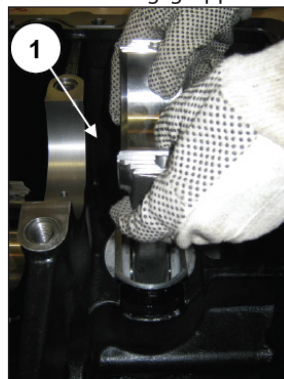
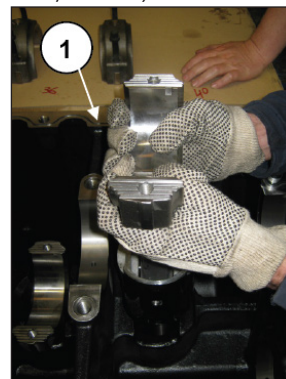

Abb. 39
Abb. 40
Ziehen Sie dann zunächst die Pleuelstange aus ihrem Zylinder (Pos. ①, Abb. 39) und anschließend die Pleuelstangen-/Kolbenführungsgruppe heraus (Pos. ①, Abb. 40).